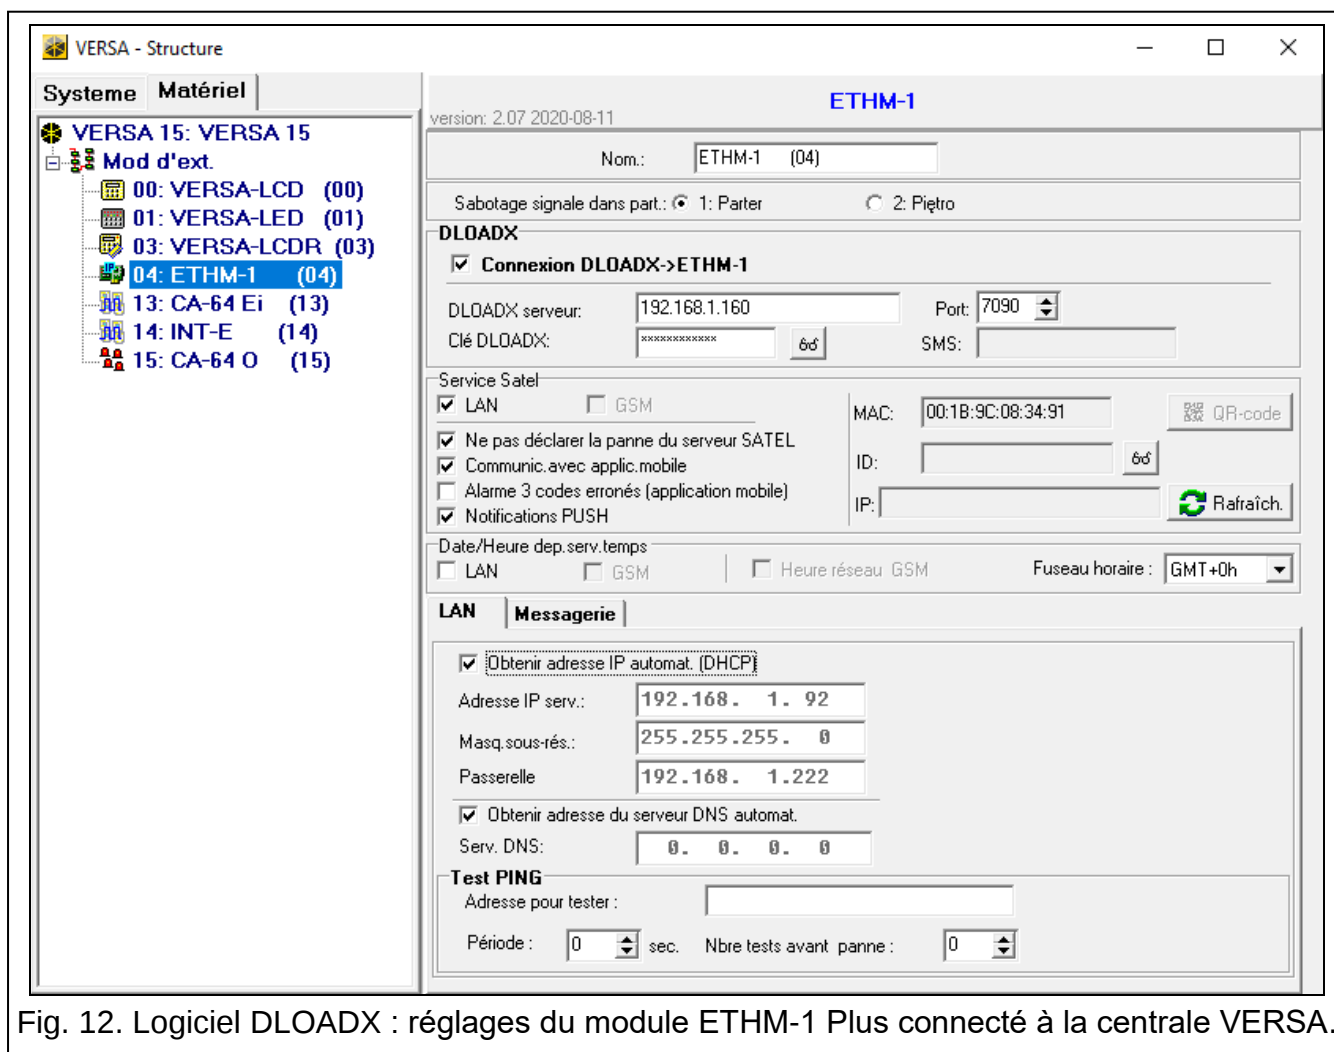

Fig. 12. Logiciel DLOADX : réglages du module ETHM-1 Plus connecté à la centrale VERSA.
- du logiciel DLOADX : →fenêtre « Versa – Structure » →onglet « Matériel » →branche « Module d'extension »→[nom du module] (fig. 12).